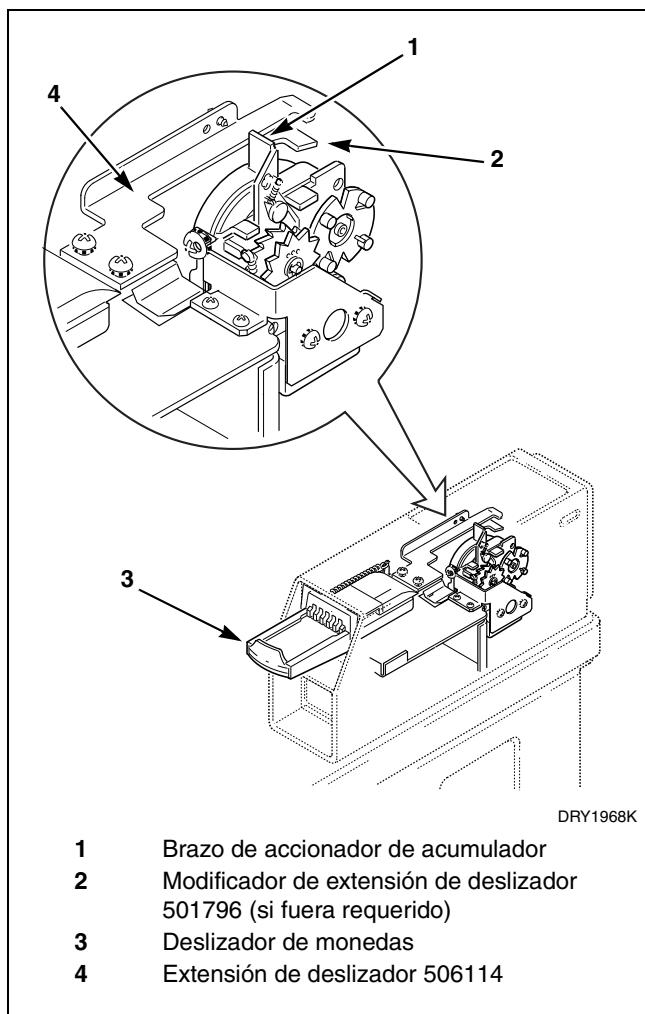

Figura 5
4. Vuelva a instalar el deslizador de monedas en la caja del medidor. Consulte la *Figura 5*.
Cuando se empuja el deslizador hasta el tope (el brazo del acumulador será girado hacia la parte posterior) y se retrae el deslizador, el brazo del accionador del acumulador deberá permanecer en la parte posterior hasta que la extensión del deslizador se desplace hacia delante y contacte de nuevo con el brazo accionador para volver el brazo a la posición inicial hacia delante. Consulte la *Figura 5*.